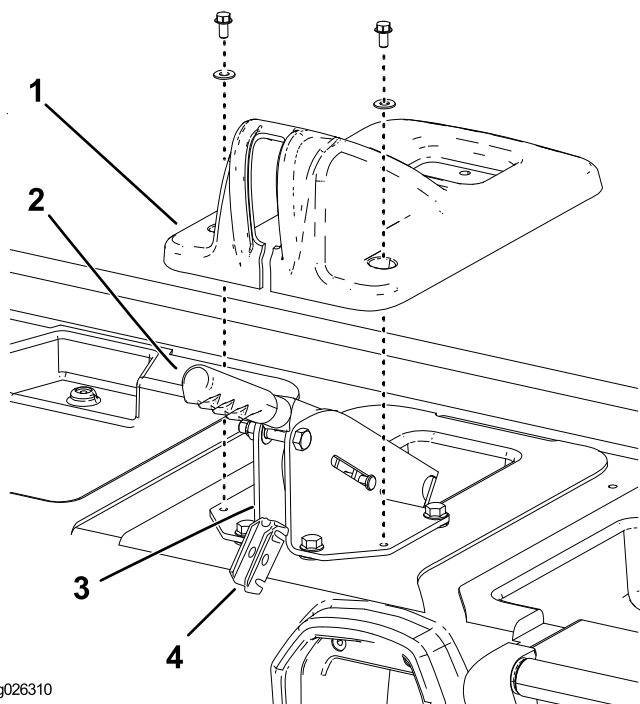

Figura 4
2. Remova os 2 parafusos e anilhas que prendem a cobertura do travão de estacionamento à base do banco (Figura 4).
3. Eleve a cobertura sobre a alavanca do travão de estacionamento e para fora da base do banco (Figura 4).
4. Retire o passador de forquilha que prende o suporte do equalizador do cabo do travão à traseira do suporte de apoio da alavanca do travão (Figura 4).
5. Eleve o suporte do equalizador para fora do suporte de apoio e retire os cabos do travão (Figura 4).
6. Retire os cliques C que prendem os cabos do travão à traseira do suporte de apoio da alavanca do travão (Figura 4).